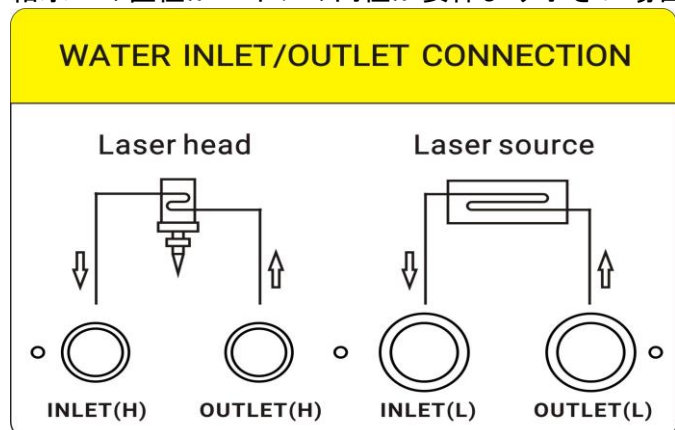

Figure 5• FWater chiller to laser connection diagram
(3) 配管接続: 水冷機とレーザー間の接続方法は図 5 の様に接続してください。